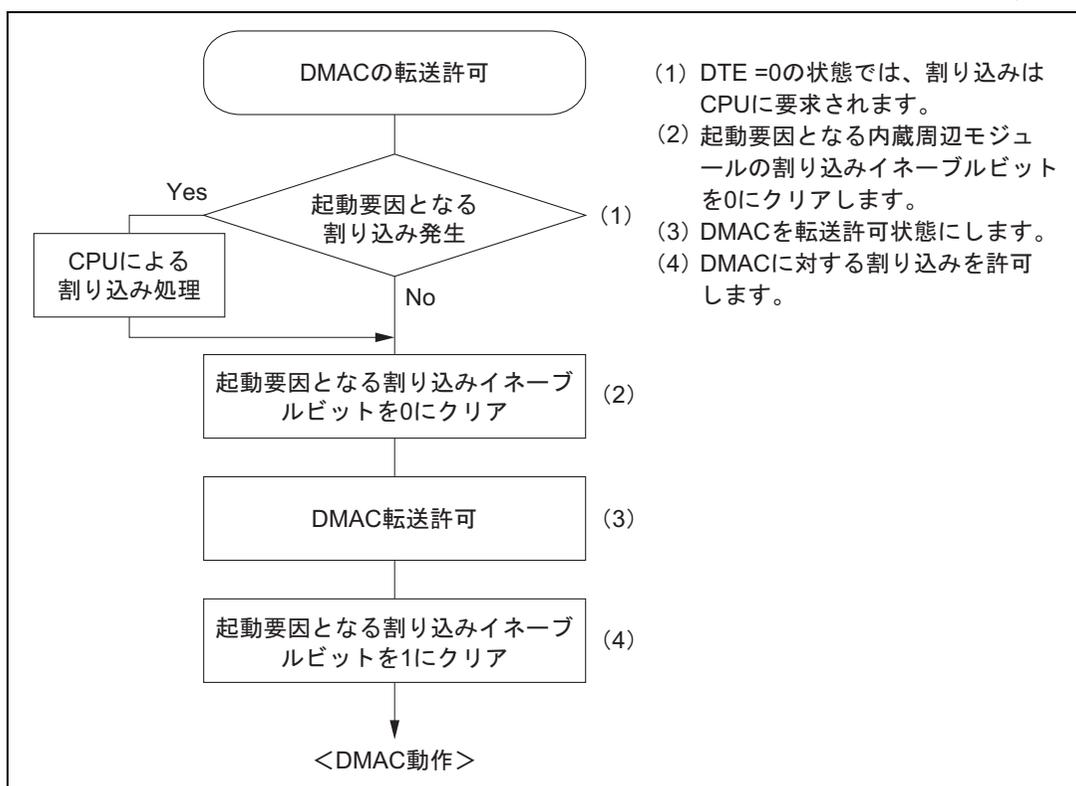

図 7.26 内蔵周辺モジュールが動作中に DMAC を転送許可状態にする場合の手順例
- (1) 内部割り込みでDMACを起動する場合、起動要因を選択してからDMACを転送許可状態にするまでの期間に選択した起動要因が発生しないようにしてください。すなわち、DMACを転送許可状態にした後、起動要因となる内蔵周辺モジュールを動作させてください。内蔵周辺モジュールの動作中にDMACを許可状態にする場合、図7.26の手順で行ってください。
なお、DTE=1 なおかつ DTME=0 の状態では、DMAC は停止状態であり、また CPU にも起動要因となる割り込みは要求されません。例えば、NMI 割り込みにより、DMAC を停止状態にした場合は、起動要因となる割り込みは CPU には要求はされません。このとき、DMAC 動作を打ち切る場合には、DTE ビットを 0 にクリアし、CPU に割り込みを要求させてください。DMAC 動作を継続する場合には、DTME ビットを 1 にセットする前後で、図 7.26 の (2)、(4) の操作を行ってください。
- (2) 16ビットタイマの割り込み要求でDMACを起動する場合、割り込みによって起動されるDMA転送が終了するまで、次の割り込みが発生しないようにしてください。1つの16ビットタイマの割り込み要求で複数チャンネルを起動する場合には、起動されるすべてのDMA転送が終了するまで、次の割り込みが発生しないようにしてください。転送が終了するまでに次の割り込みが発生すると、その割り込みを選択しているチャンネルが以降の起動要求を受け入れなくなる場合があります。